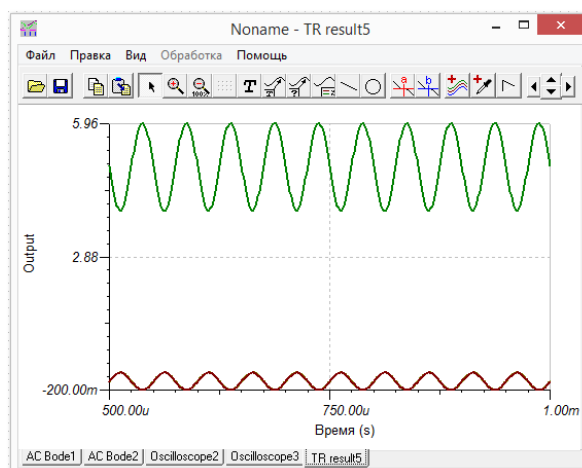

Рисунок 5.18 – Диаграммы выходного сигнала для $U_{\text{вх}} = 200 \text{ мВ}$
– Анализ переходных процессов на интервале 0,5...1 мс получим графики входного и выходного сигнала (рисунок 5.18).